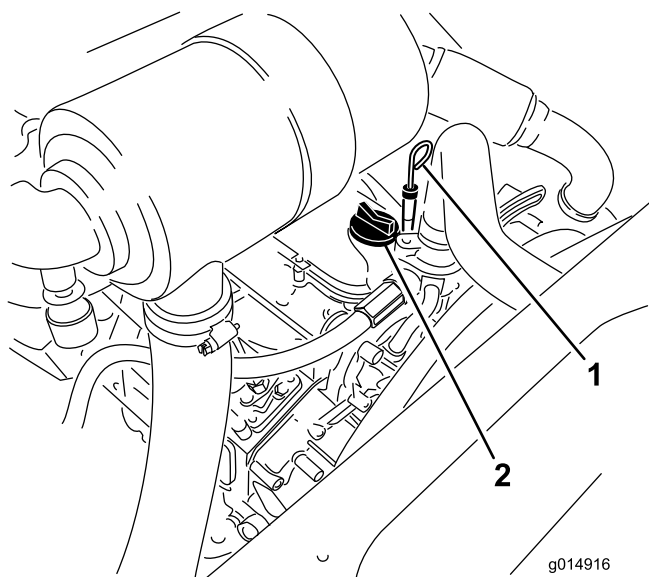

Figura 33
3. Retire la varilla, límpiela, y vuelva a colocarla (Figura 33).
5. Si el nivel de aceite está por debajo de la marca Lleno, retire el tapón de llenado (Figura 33) y añada aceite hasta que el nivel llegue a la marca Lleno.